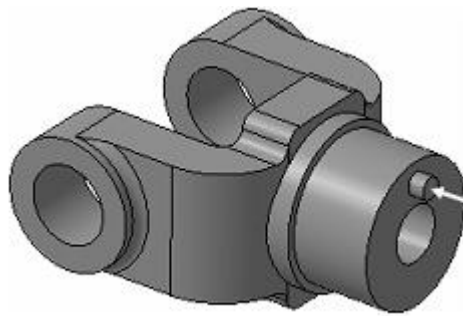

Рисунок 49.
7. Закройте эскиз и выдавите его в прямом направлении на 5 мм. Этот элемент будет исходным компонентом концентрического массива (рис. 49).